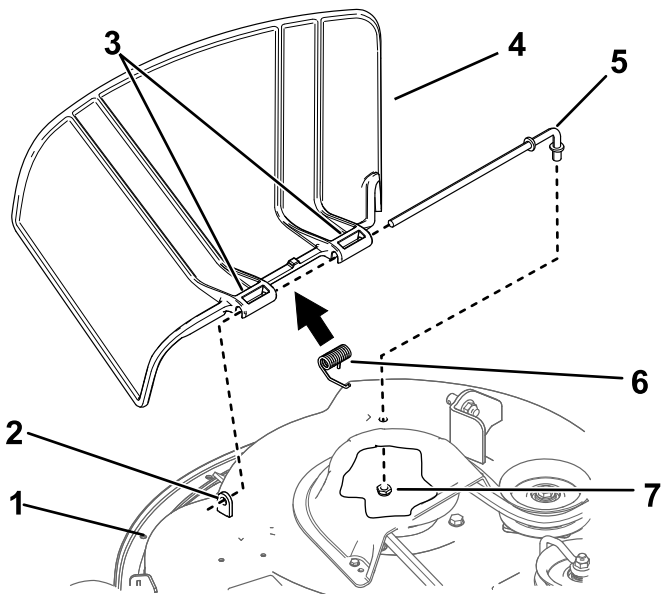

図 66
1. デッキの下側にあるロッド固定ナット $\frac{3}{8}$ "を取り外す 図 66。
2. ロッドを、短い取り付け部から抜き取ると、スプリングとデフレクタが外れてくる 図 66。
4. 新しいグラスデフレクタを取り付ける 図 66。
7. 2つ目のブラケットに、ロッドを通す 図 66。
9. ロッド後部をデッキに差し込み、ナット $\frac{3}{8}$ "で 図 66 のように固定する。